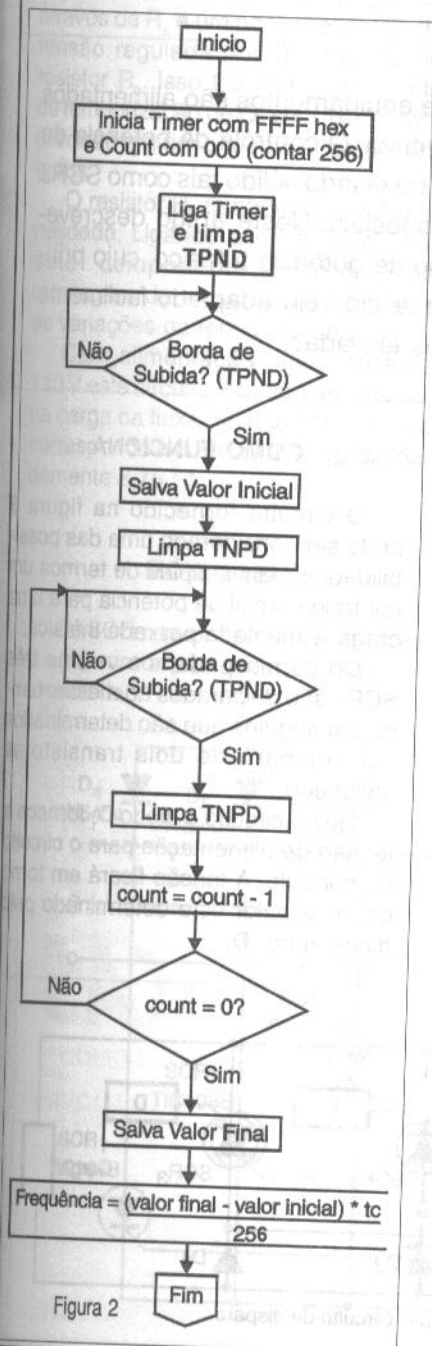

Figura 2
A figura 2 ilustra o fluxograma da rotina de medição da frequência.
variar entre 25 e 100%. Na figura 2 apresentamos um diagrama que mostra os instantes de condução com 3 SCRs disparados, no primeiro caso em ângulos diferentes e no segundo caso no mesmo instante.
1) Contato de Conexão - único elemento, figura 2, que interliga entrada e saída. Para teste ou proteção, o acesso é feito de forma paralela.